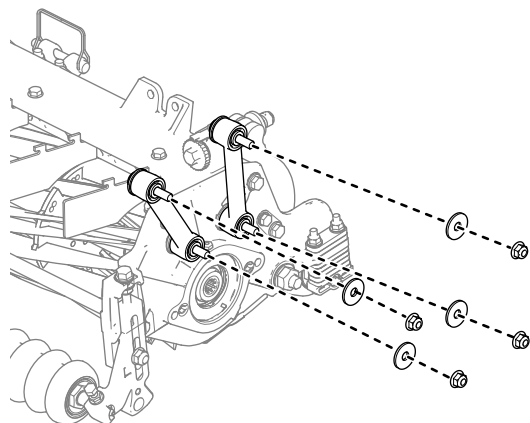

Figure 21
1. Retirez les écrous et rondelles qui fixent les biellettes de levage à la plaque latérale du plateau de coupe et au bâti porteur (Figure 21). Mettez les rondelles au rebut.